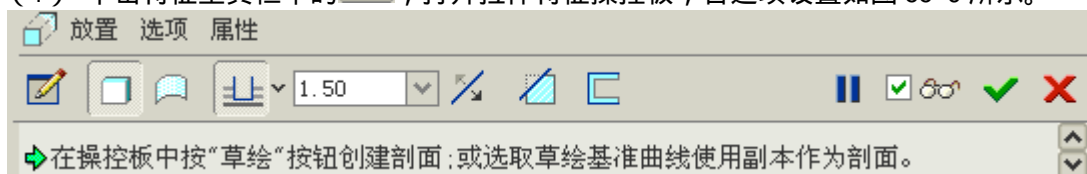

图 55-6
- (1) 单击特征工具栏中的 ，打开拉伸特征操控板，各选项设置如图 55-6 所示。